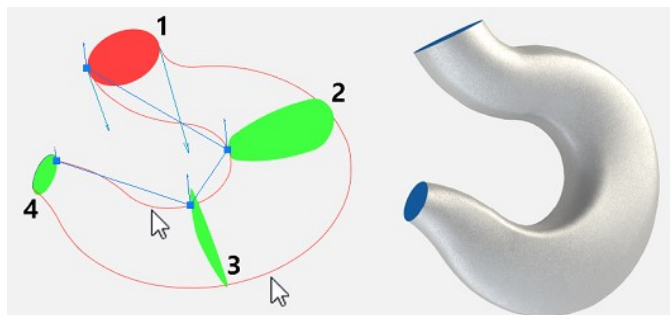

Рис. 26
3. Построение по сечениям (рис. 26): используется несколько отдельных эскизов (не обязательно параллельных друг другу), каждый из которых определяет сечение будущего 3D-элемента соответствующими плоскостями. САПР автоматически выполняет построение внешней поверхности 3D-элемента таким образом, чтобы обеспечить гладкое сопряжение всех заданных эскизов-сечений.